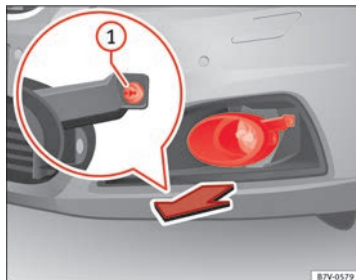

Fig. 210 Nella parte destra del paraurti anteriore: Rimozione del fari.
2. Tirare la copertura verso l'alto nella direzione indicata dalla freccia ⇒ fig. 210.
3. Svitare la vite di fissaggio ⇒ fig. 210 ① utilizzando il cacciavite fornito insieme agli attrezzi di bordo ⇒ pagina 342.
11. Serrare la vite di fissaggio ⇒ fig. 210 ① servendosi del cacciavite.
12. Posizionare la copertura del paraurti ⇒ fig. 210.